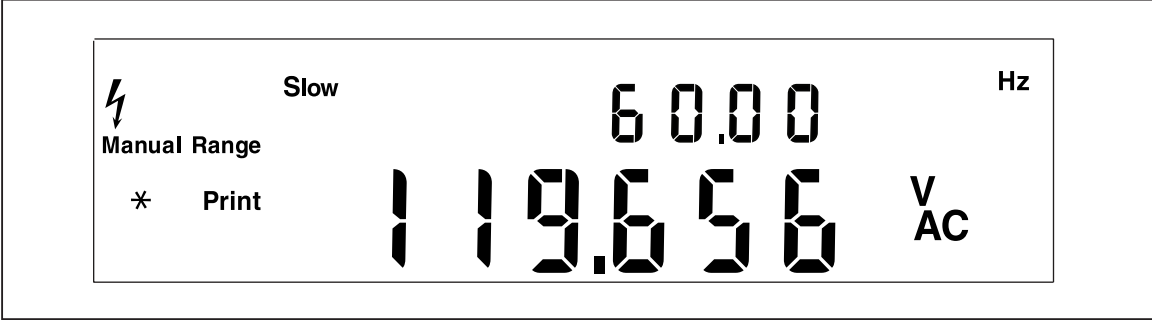

图 A-1。显示交流电压和频率的双显示屏实例
5. 将测试线探头插入到一个墙式插座。仪器的显示屏显示类似于图 A-1。实际的显示取决于当地的电力系统。